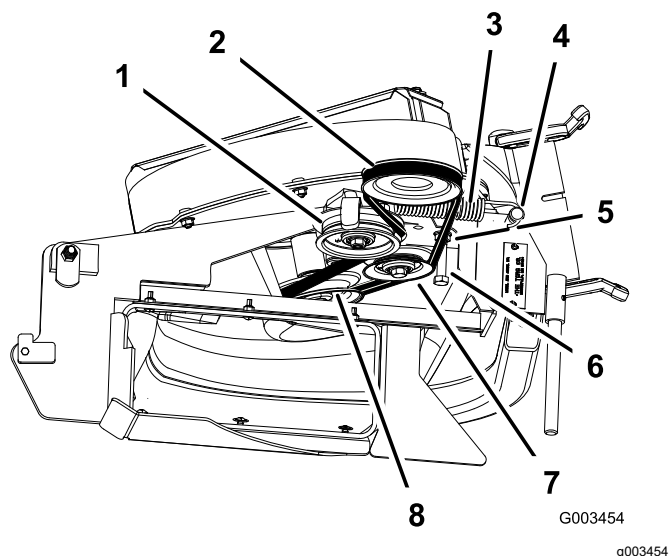

Figura 43
- Afloje el perno de guía de la correa (Figura 43).
- Instale la correa nueva alrededor de la polea del soplador (Figura 43).
- Apriete el perno de guía de la correa (Figura 43).
- 9. Coloque la correa sobre la polea tensora tensada con muelle (Figura 43).